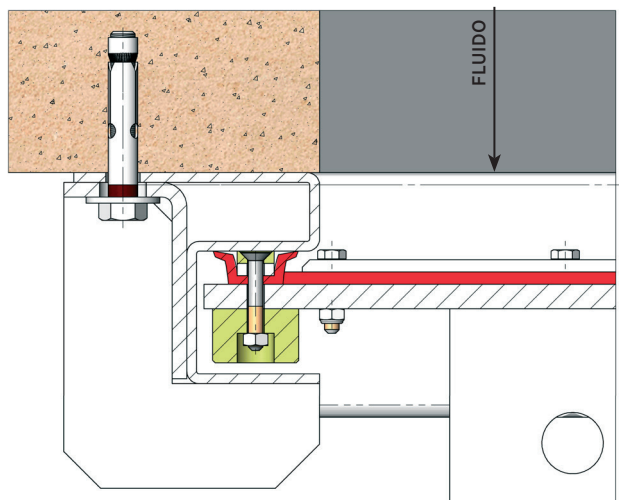

Fig. 7
**UNIDIRECCIONAL DESFAVORÁVEL: (fig. 7 e 8)**